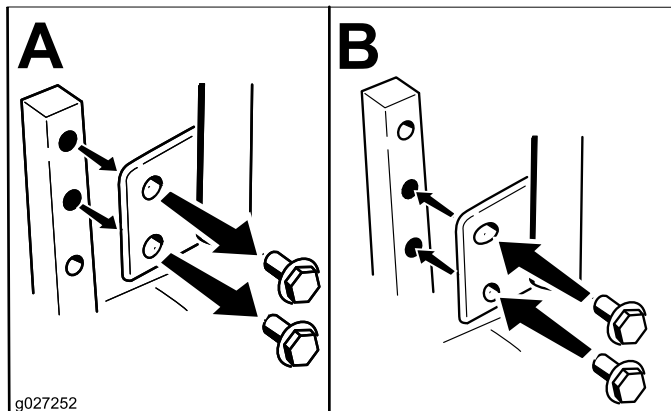

Figura 23
As alavancas de controlo de movimento podem ser ajustadas mais acima ou mais abaixo para máximo conforto do operador (Figura 23).
2. Desaperte o parafuso inferior o suficiente para rodar a alavanca de controlo para a frente ou para trás (Figura 23). Aperte ambos os parafusos para fixar o controlo na nova posição.